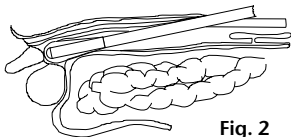
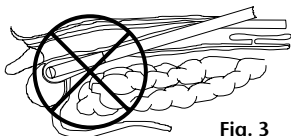

Fig. 2
Fig. 3
- Haga avanzar el sistema de balón de dilatación (bilateral) hasta alcanzar la correspondiente posición en el espacio extraperitoneal (fig. 2). Es extremadamente importante no introducir el instrumento en exceso y no aplicar presión sobre el balón, de modo que no se produzcan lesiones en los órganos o estructuras anejas, como, por ejemplo, en la vejiga. (Fig. 3). Coloque el sistema de balón de tal manera que la marca verde del conector (solo en el 1285-50-11) apunte hacia arriba, es decir, en dirección contraria a la pared abdominal. De esta manera, garantizamos que el balón se desenrolle lateralmente de abajo a arriba.